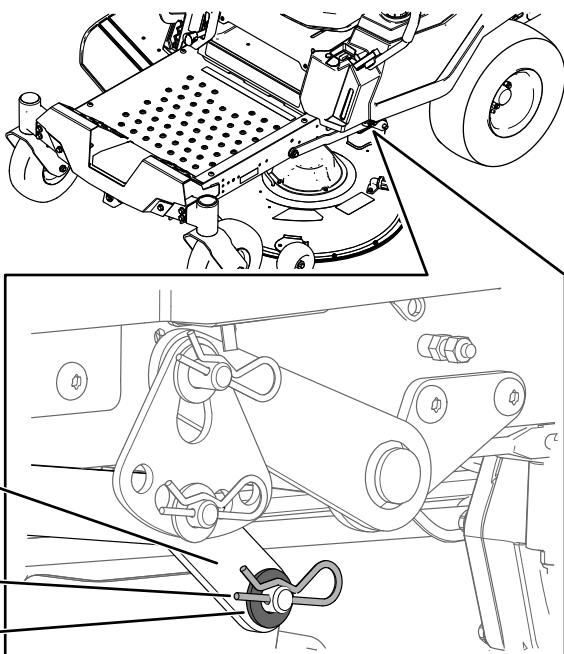

**Figure 67**
4. Retirez la goupille fendue de la tige de support avant et déposez la tige du support de tablier (Figure 67).
8. Fixez la tige de support avant au tablier de coupe à l'aide de l'axe de chape et de la goupille fendue (Figure 67).